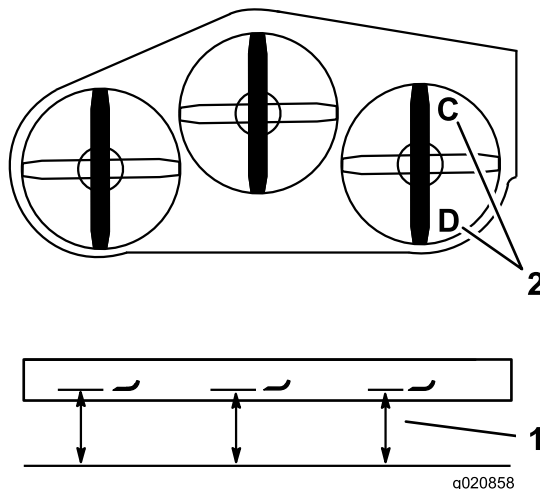

Figura 83
1. Posicione a lâmina direita da parte dianteira para a traseira (Figura 83).
2. Meça a lâmina direita no local **C**, numa superfície nivelada à extremidade de corte da ponta da lâmina e registre esta medição (Figura 83).
3. Meça a lâmina direita no local **D**, numa superfície nivelada à extremidade de corte da ponta da lâmina e registre esta medição (Figura 83).
Nota: A lâmina do cortador deve estar 6 a 10 mm mais baixa na posição **C** do que na posição **D** (Figura 83). Caso isto não esteja correto, avance para os passos abaixo.
- Posicione a lâmina direita da parte dianteira para a traseira (Figura 83).